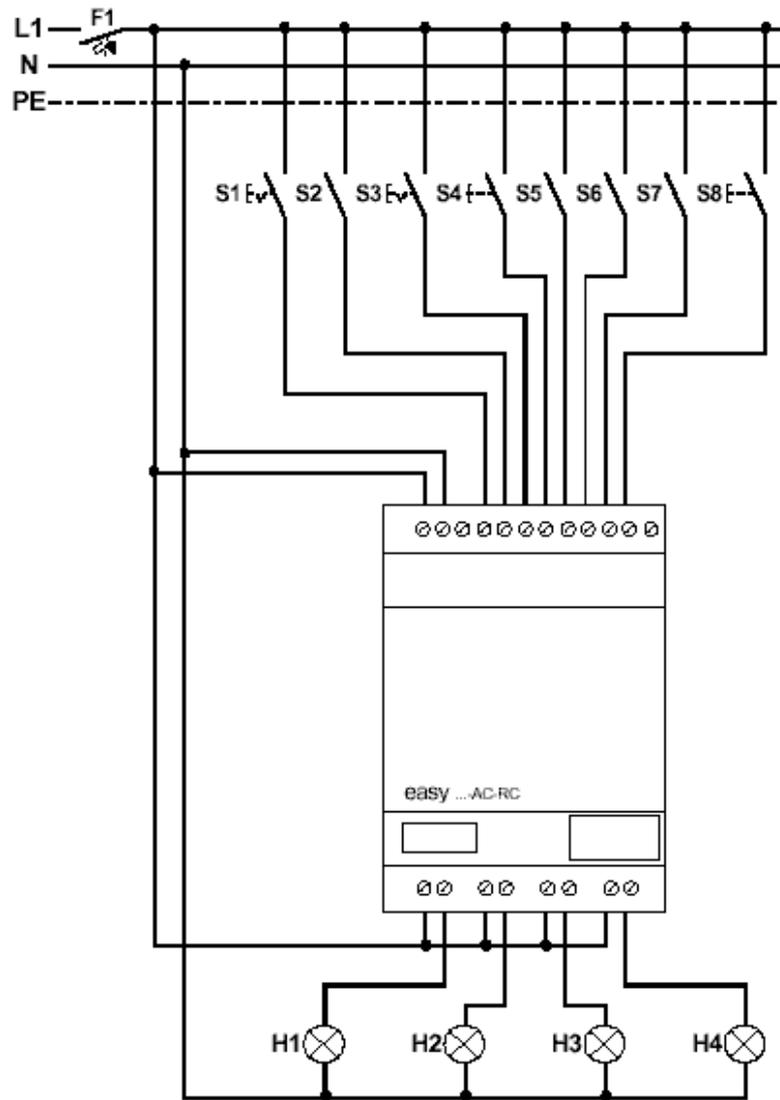

Рисунок 115 - Электрическая схема управления системой внешнего освещения
- Ознакомится со схемой, внешнего освещения жилого коттеджа, (рисунок 115)